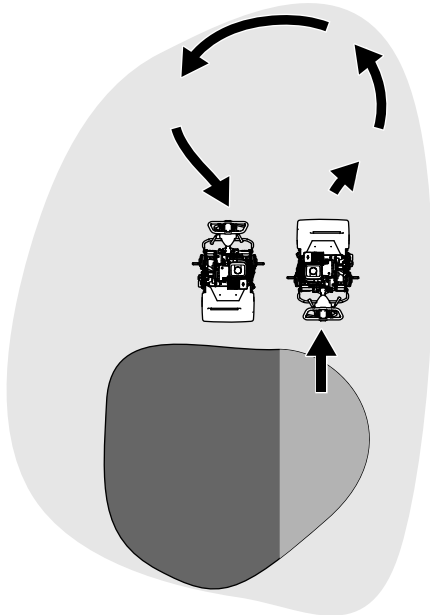

Bild 23
- Heben Sie die Mähspindel an (drücken Sie den Hebel nach unten) und wenden Sie auf der Antriebstrommel, wenn Sie die Maschine vom Grün fahren (Bild 23).